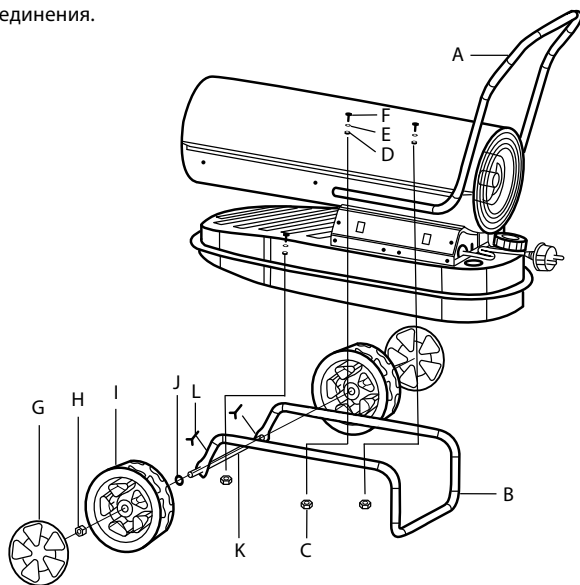

Рис. 3
1. Вставьте вал (К) в соответствующие отверстия ножи (В); вставьте плоскую шайбу $\varnothing 12$ (J) с обеих сторон вала, закрепите колеса (I) на вал (К), закрутите гайки M12 (Н), чтобы зафиксировать колеса на валу; установите крышки колес (G) на колеса (I).
3. Используя болты (F), плоские шайбы (E), пружинные шайбы (D), гайки (С), закрепите к корпусу тепловой пушки ножку и ручку (как показано на рис. 3).